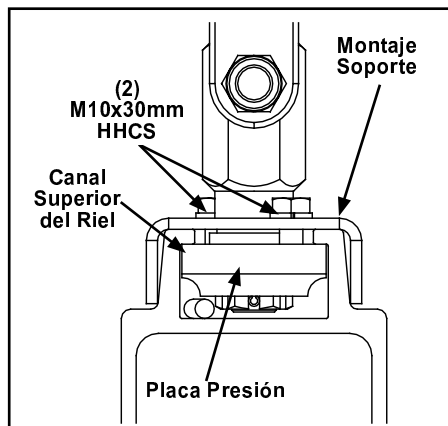

Figura 3-84
- Paso 4. Use una grúa para levantar soportes y riel a posición. Vea Figura 3-84
- Paso 5. Posicione carro final en Puente de acuerdo a plano del Sistema y apriete dos (2) M10 x 30 mm HHCS para sujetar carro final en posición sujetar. Apriete tornillo hasta que arandela de presión este plana. No apretar de más